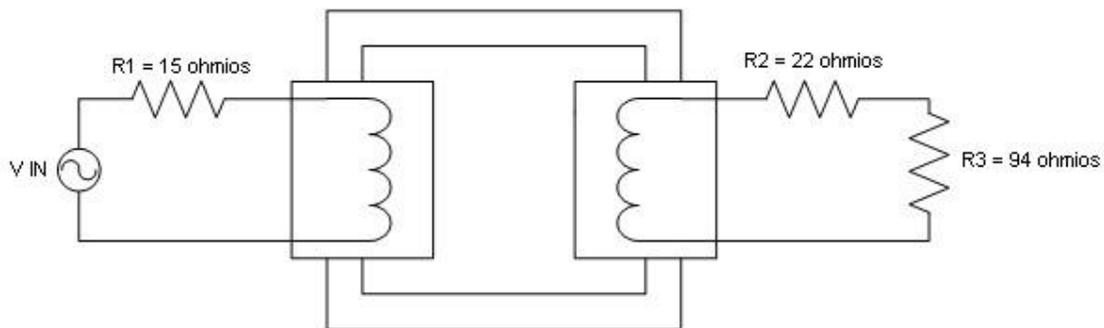

Figura 2.2.
1. Arme el circuito de la figura 2.2, en el cual, las bobinas estarán con el acople magnético (núcleo de hierro). Considere lo siguiente:
3. Dibuje el diagrama fasorial de los dispositivos presentados en el circuito de la figura 2.2.